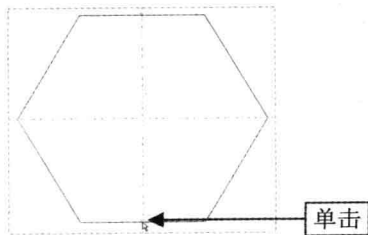

图 2-56 单击鼠标左键
Step 03 在绘图区的合适位置上单击鼠标左键，确定圆上两点，如图 2-56 所示，此时产生一个动态的圆。